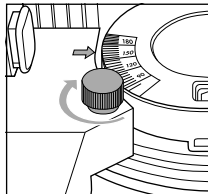

Fig. 5
- ◆ Skru fikseringsmøtrikken **6** fast. De bevægelige armeres **1** pile vender mod skalaen og angiver den målte vinkel (se fig. 5).